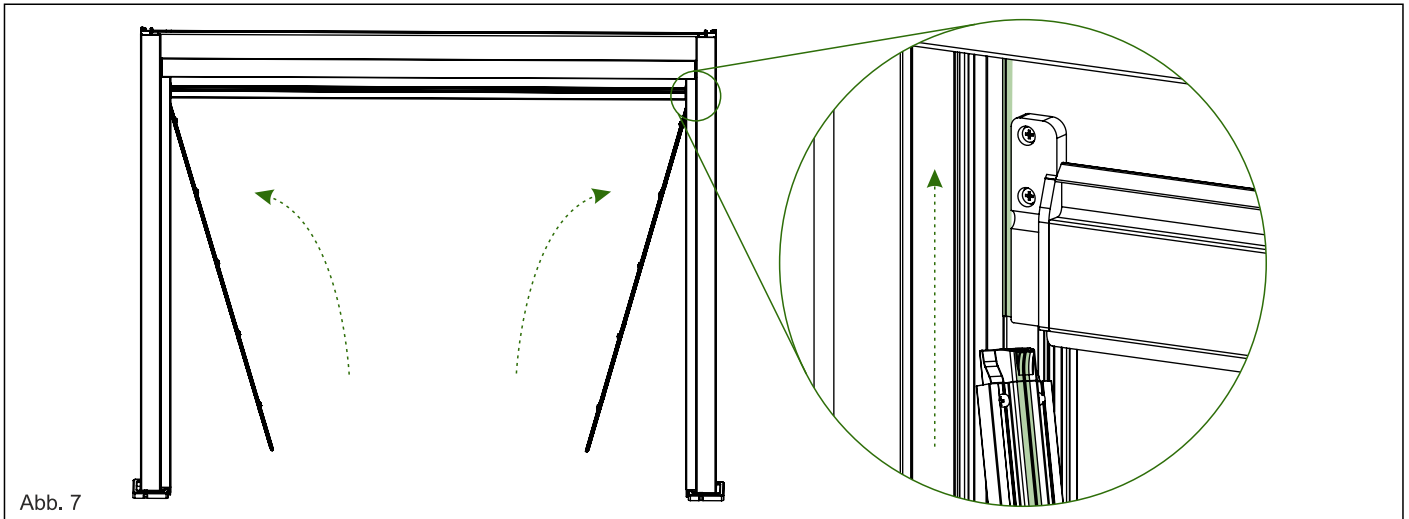

Abb. 7
6. Setzen Sie die Markisenschienen in die Schienenführungen so ein, dass die Rasterschiene der Markise in die dafür vorgesehenen Rillen der Markisenschiene eingeführt wird. Siehe Abb. 7.